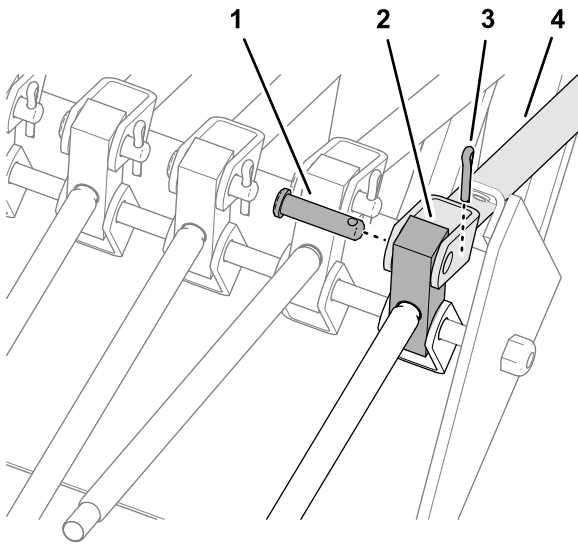

Figura 27
- 1. En la consola de control, alinee los orificios de la horquilla de la varilla de control con el orificio del bloque de palanca (Figura 27).
- Sujete la varilla al bloque con un pasador y una chaveta (Figura 27).